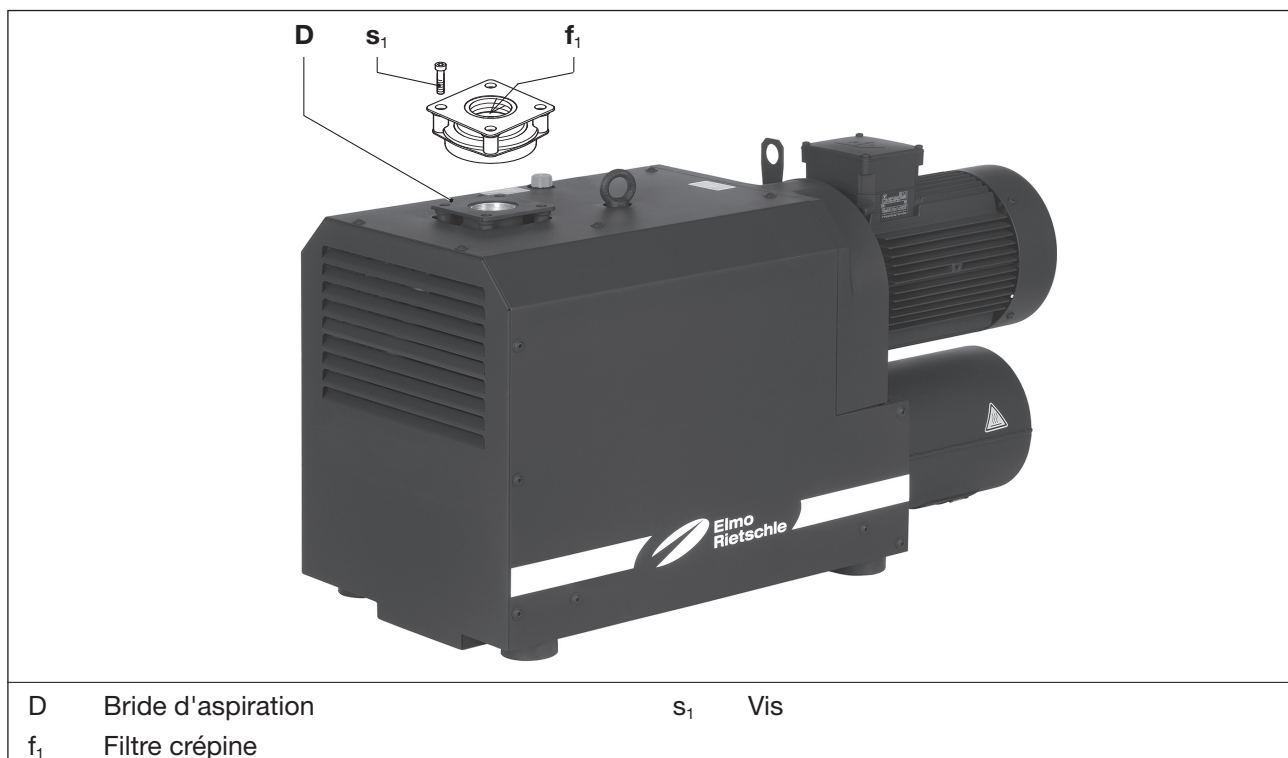

Fig. 6 Filtre crépine
- Retirez la bride d'aspiration (Fig. 6/D) après avoir desserré les vis (Fig. 6/s1).
- Nettoyez le filtre crépine (Fig. 6/f1). Contrôlez également si le siège de soupape est contaminé.
- Remontez la bride d'aspiration (Fig. 6/D) et serrez les vis (Fig. 6/s1).